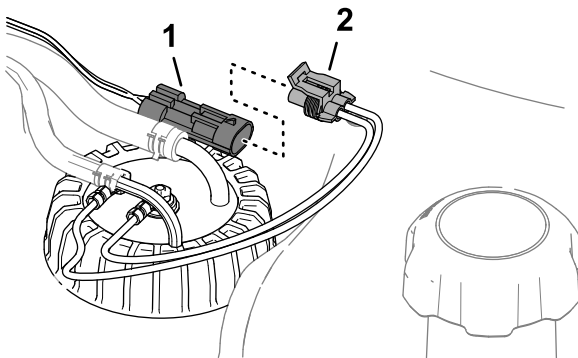

Bild 89
- Trennen Sie den 2-poligen Steckverbinder des Kraftstoff-Füllstandsensors von dem 2-poligen Steckverbinder des Maschinenkabelbaums (Bild 89).